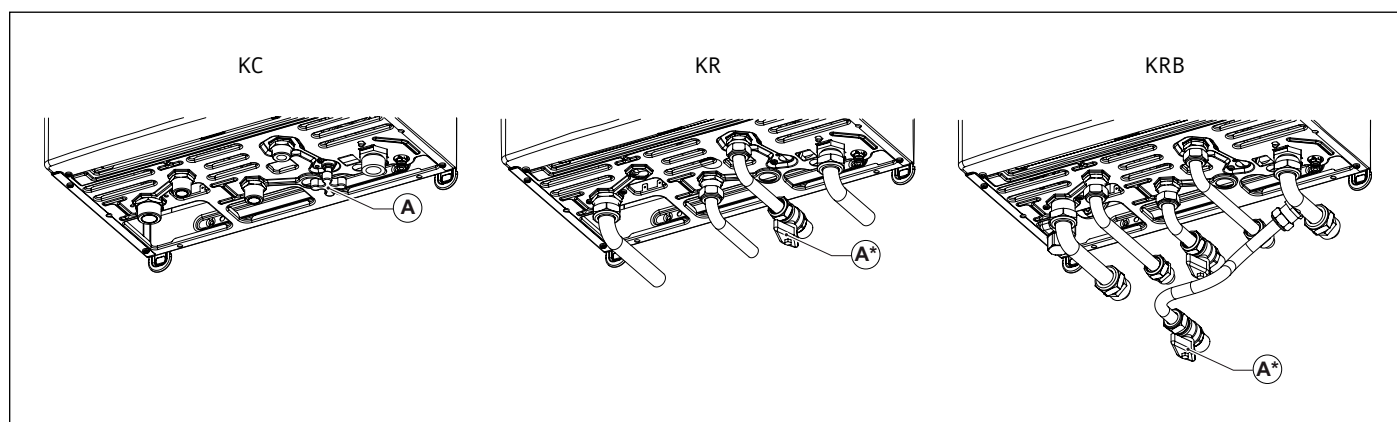

Fig. 2 Rubinetto di carico - (A\*) optional
Provvedere al riempimento dell'impianto agendo sul rubinetto di carico (A) (Vedi Fig. 2 Rubinetto di carico - (A\*) optional).